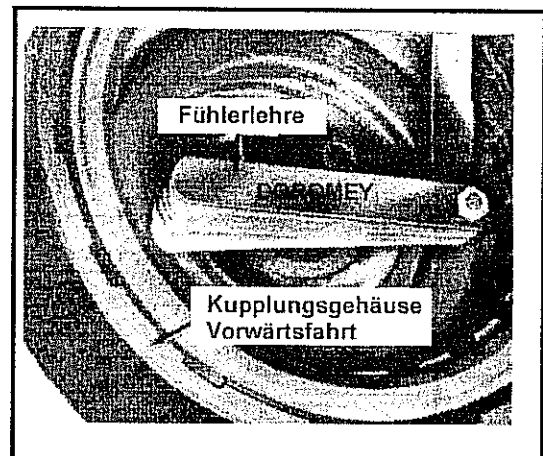

Abb. 10-101 Aussmessen der Wandstärke der Druckscheiben
- Druckplatte und Haltering der Kupplung für Vorwärtsfahrt montieren. Mit einer Fühlerlehre das Spiel zwischen Druckplatte und der beschichteten Scheibe an der Stirnseite des Kupplungssatzes messen. Siehe hierzu Abb. 10-101.